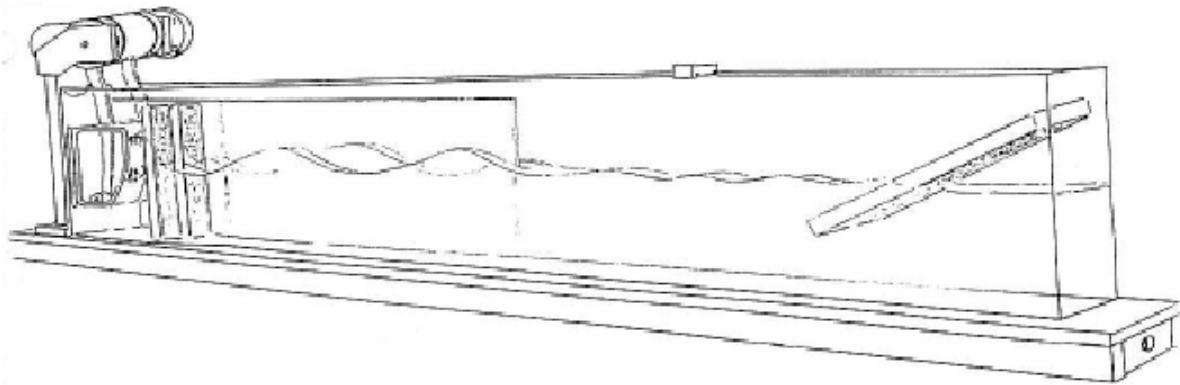

Abb. 1 Aufbau des Wellenwannenkanals
- Den Wasserwellenkanal bis zur markierten Höhe mit Wasser füllen (Abb. 1).
Im Bereich der Trennplatte ist deutlich die phasenverschobene Lage der beiden Teilwellen zu erkennen. Im I-förmigen Teil des Kanals, der nicht durch die Platte getrennt ist, treffen die beiden Teilwellen zusammen und löschen sich aus (Abb. 1).